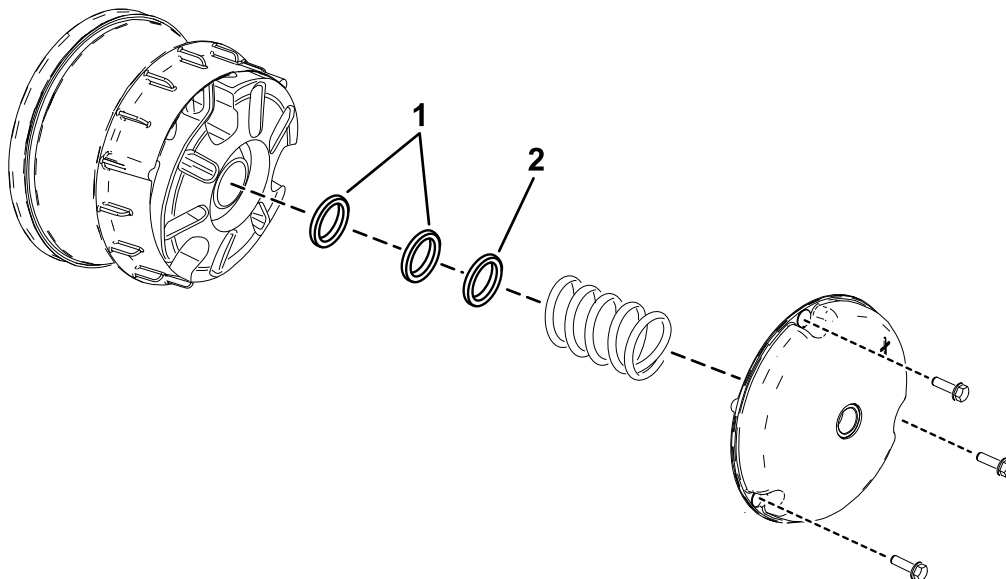

図 6
1. 図 6に示すように、一次クラッチカバーを固定しているボルトを外す。